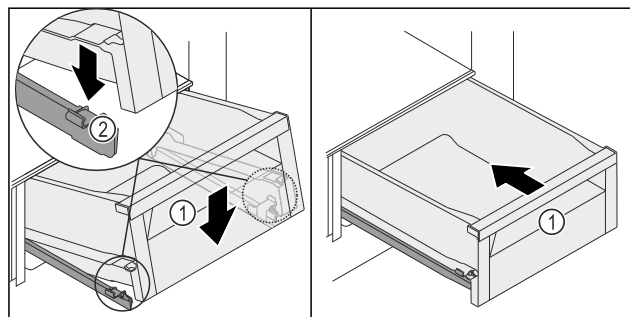

Fig. 212
- Опустіть висувний ящик Fig. 212 (2) спереду так, щоб він увійшов у затискач Fig. 212 (2) ліворуч і праворуч.
- Висувний ящик Fig. 212 (1) чутно зафіксується з характерним звуком.
- Всуňte висувний ящик Fig. 212 (1).